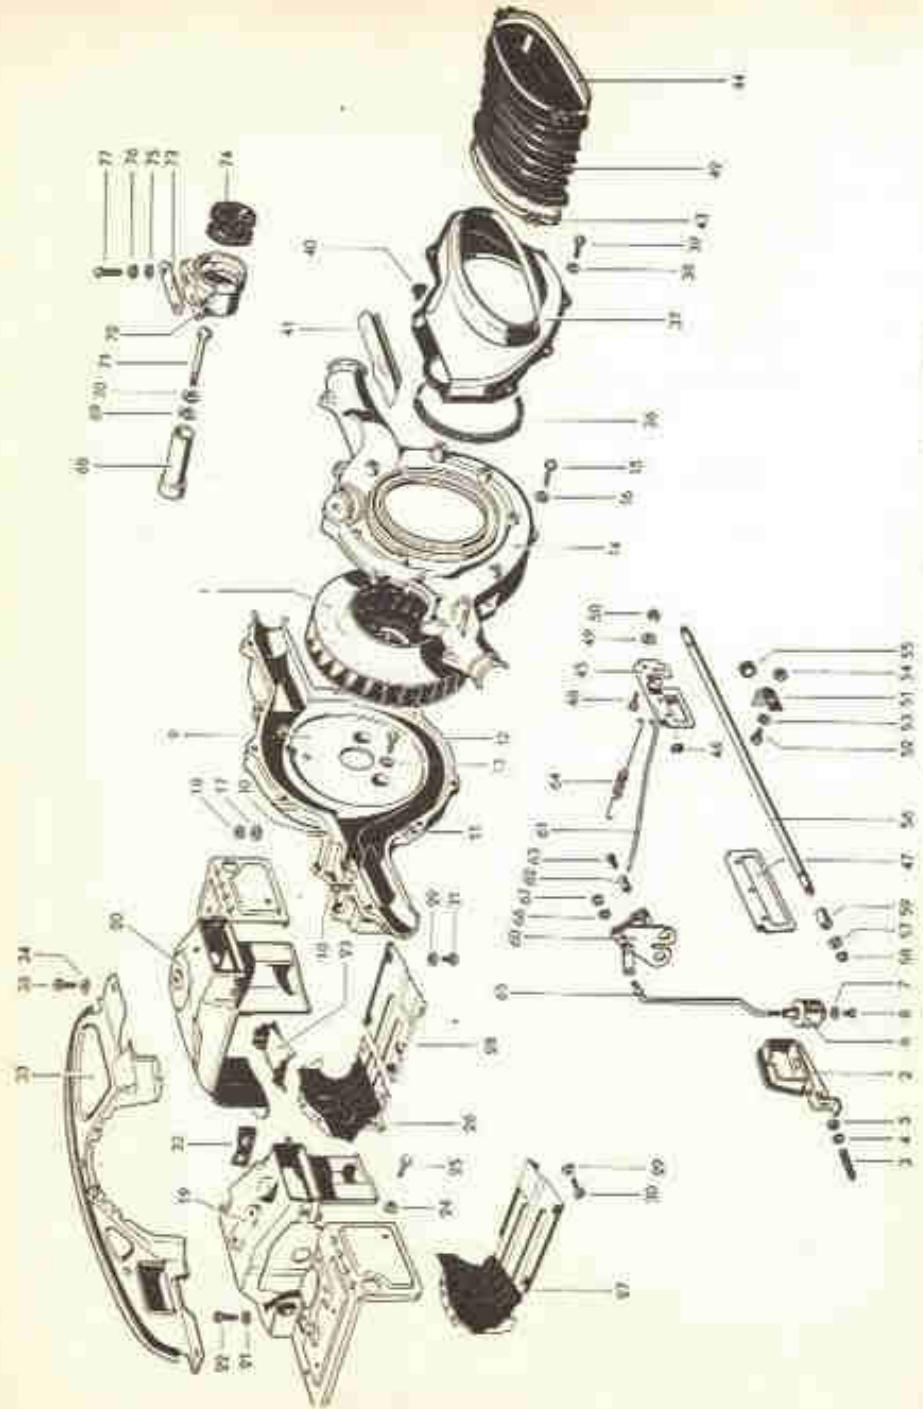

Fig. 5.V — Sistema de arrefecimento do motor piano "1.609".
1) — Retira-se a tampa da carcaça do ventilador e o bujão de inspeção do ponto (41 e 40, Fig. 5-V), e a tampa do distribuidor.